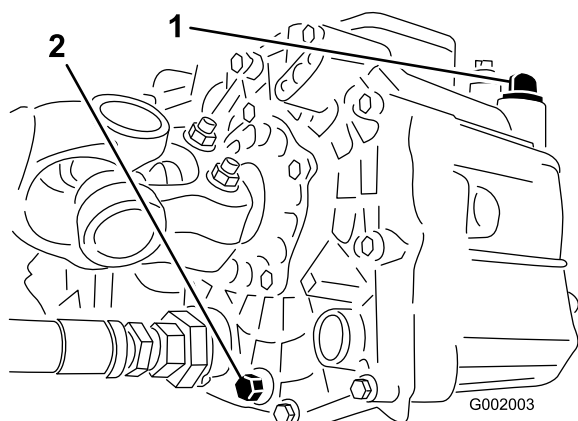

Рисунок 66
3. Снимите пробку сливного отверстия с боковой стороны резервуара и дайте гидравлической жидкости стечь в сливной поддон (Рисунок 66).